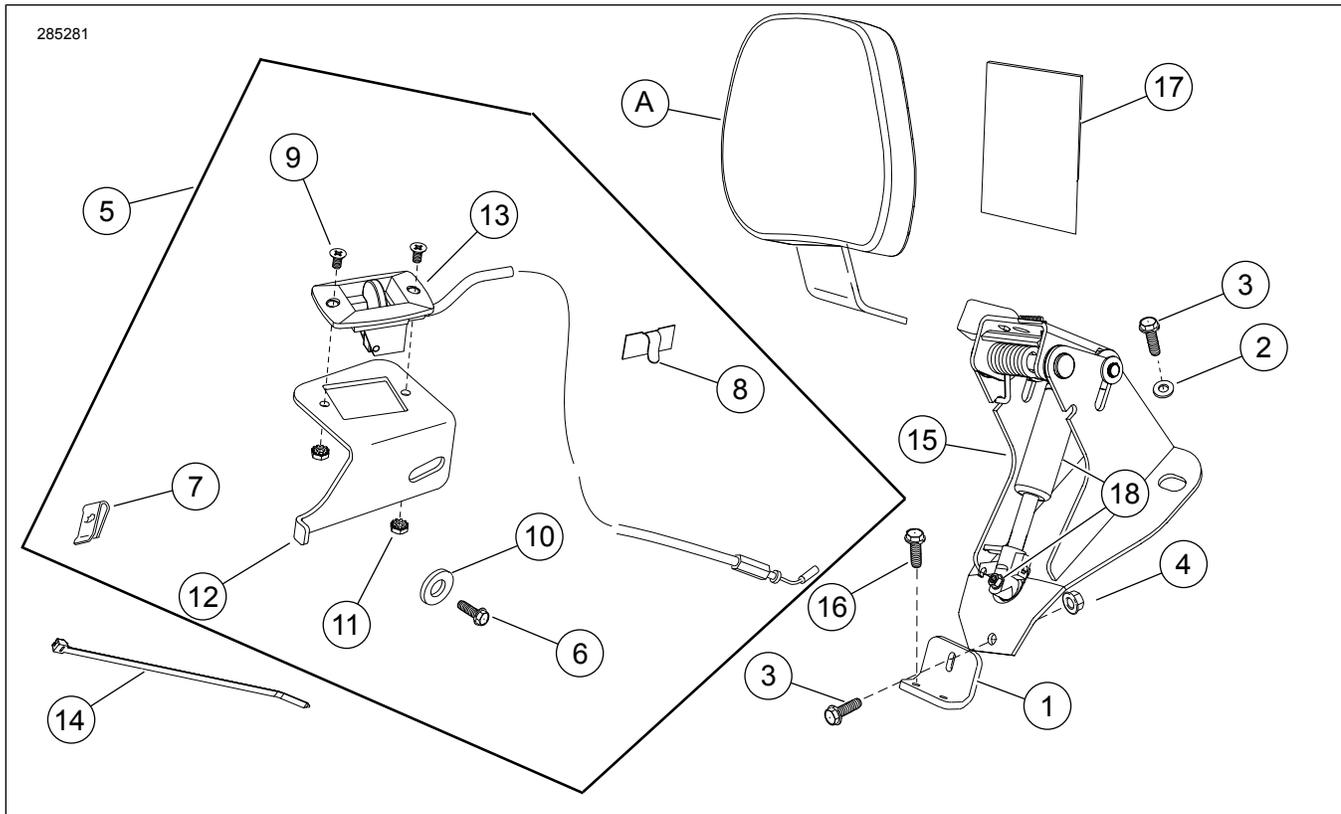

Figura 9. Piezas de servicio: Kit de elementos de sujeción de montaje del respaldo ajustable del conductor FL
7. Figura 9 Monte el mango del accionador con cable (13) a la pieza de soporte del mango del accionador (12) con tornillos (9) y tuercas de seguridad (11).
11. Figura 9 Saque la presilla con respaldo adhesivo (8) del kit. Limpie el área plana de la pieza de soporte del mango de ajuste aproximadamente en el lugar donde se extrajo la presilla de inventario del cableado de la bujía con alcohol isopropílico. Fije la presilla a la pieza de soporte, y enrute el cableado de la bujía y el tubo evaporador (si están equipados) a través de la presilla. Doble la presilla hacia abajo para capturar el cableado o el tubo de forma segura.
4. Figura 9 Saque el protector del asiento (17).